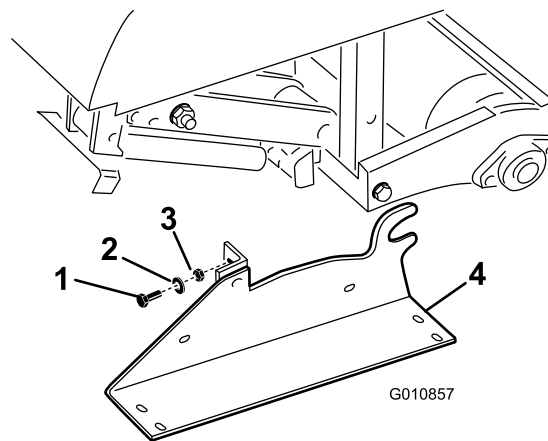

Bild 25
2. Entfernen Sie die Schrauben, Sicherungsscheiben und Muttern, mit denen die Sicherheitsständer am Aerifizierer befestigt sind (Bild 25).